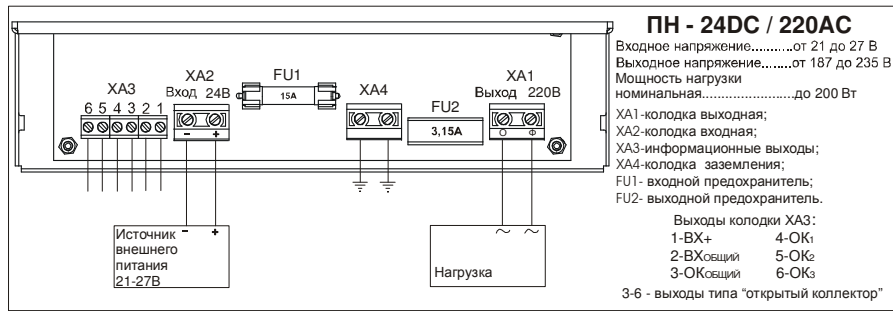
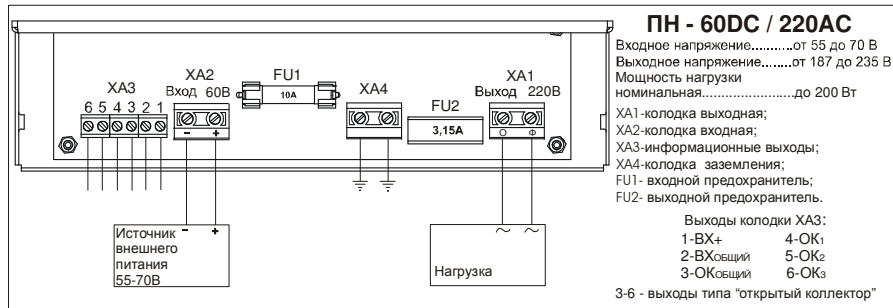

Рисунок 2
Рисунок 3
- 5.7. Подключение преобразователя (см. рисунок 2 (ПН–24DC/220AC), рисунок 3(ПН–60DC /220AC) приложения А) производится в приведенной последовательности.